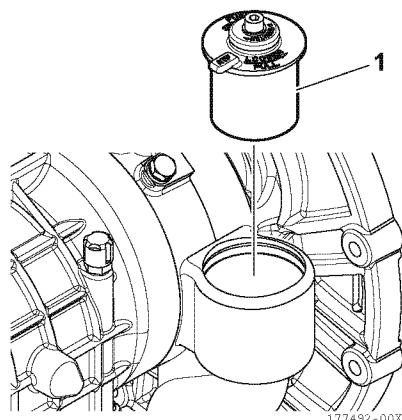

Figura 22
13. Installare il gruppo filtro dell'olio (1, **Figura 22**) sulla scatola del cambio.